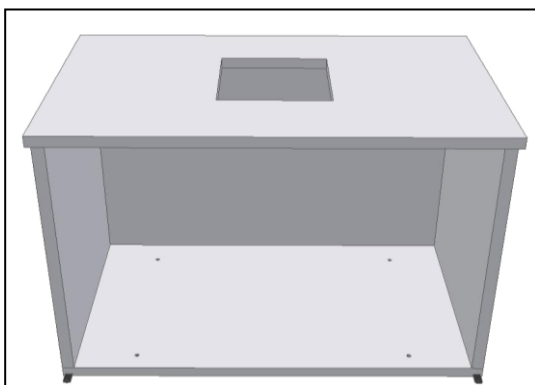

Fig. 6
- Encajar **el panel de la encimera** sobre los tres paneles verticales y apretar los ganchos de el panel de la espalda (Fig. 6);